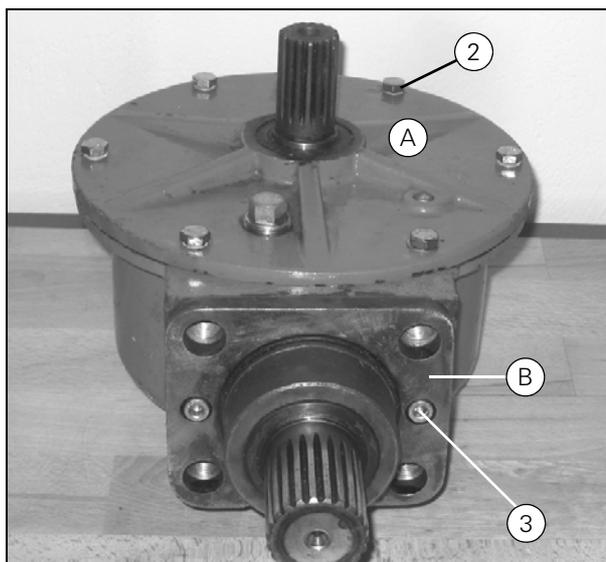

Рисунок 10
16. Нанесите герметик Loctite на сальники вала (K) и (L) и установите их.
17. Смажьте маслом и установите уплотнительное кольцо (M).
18. Нанесите герметик Loctite на опорный фланец (N) и установите его. Затяните болты (З) (Рис. 10) моментом 63 Нм.
19. Нанесите герметик Loctite на крышку (P) и установите ее так, чтобы заливная пробка (R) была расположена снизу.
21. Убедитесь, что вал (S) легко вращается при приложении момента 2.5 - 5.0 Нм.